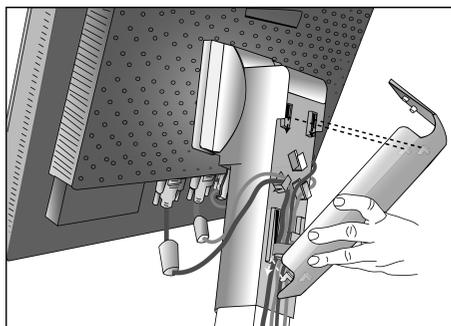
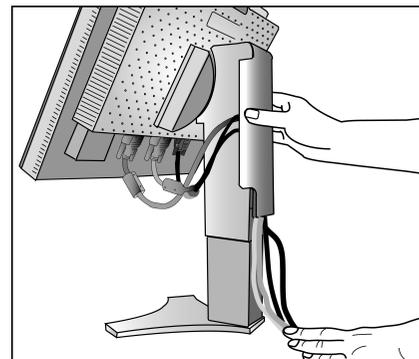

Figure D.1
Figure D.2
- Maintenez fermement tous les câbles et placez le cache-câble sur le support (**Figure D.1**). Pour retirer le cache-câble, soulevez le couvercle comme indiqué sur la **Figure D.2**.